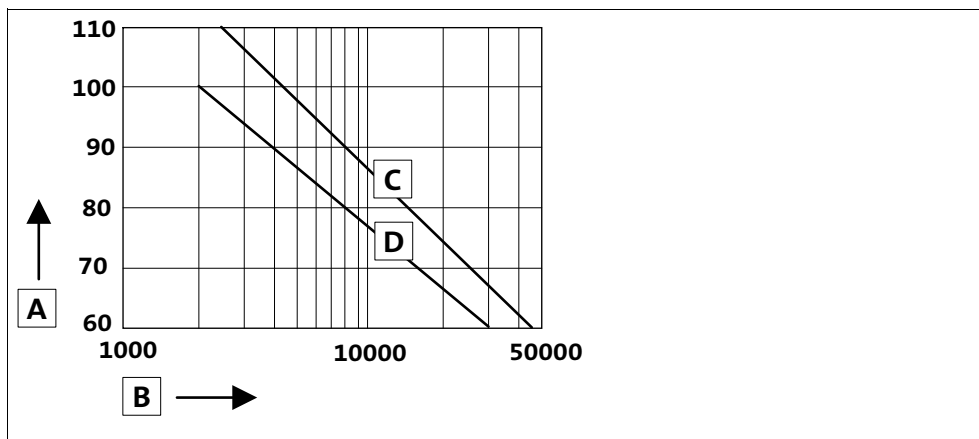

Abb. 9 Schmierstoffdiagramm
- Der Schmierstoffwechsel ist von der Schmierstofftemperatur abhängig, siehe Abb. 9.